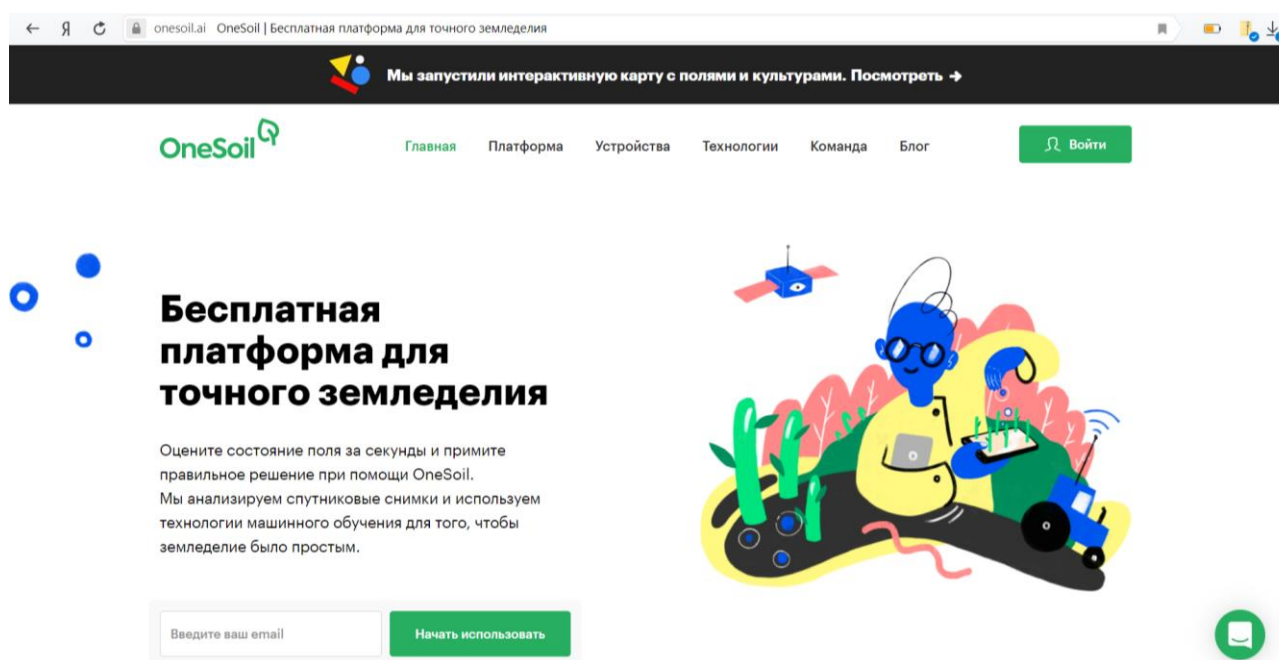

Рисунок 11.2 – Запуск платформы
1. Запустите платформу <https://onesoil.ai/ru> (рисунок 11.2).